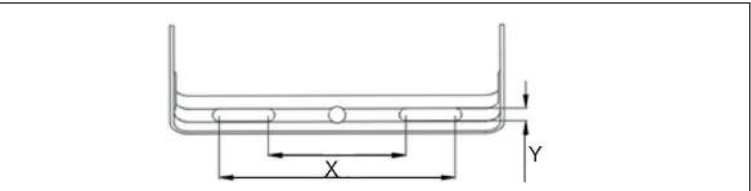

Fig. 5: Borehole distance
- Open de M16 wartel door deze tegen de wijsers van de klok in te draaien totdat het klemmenblok blootligt, zoals getoond in Fig. 5.